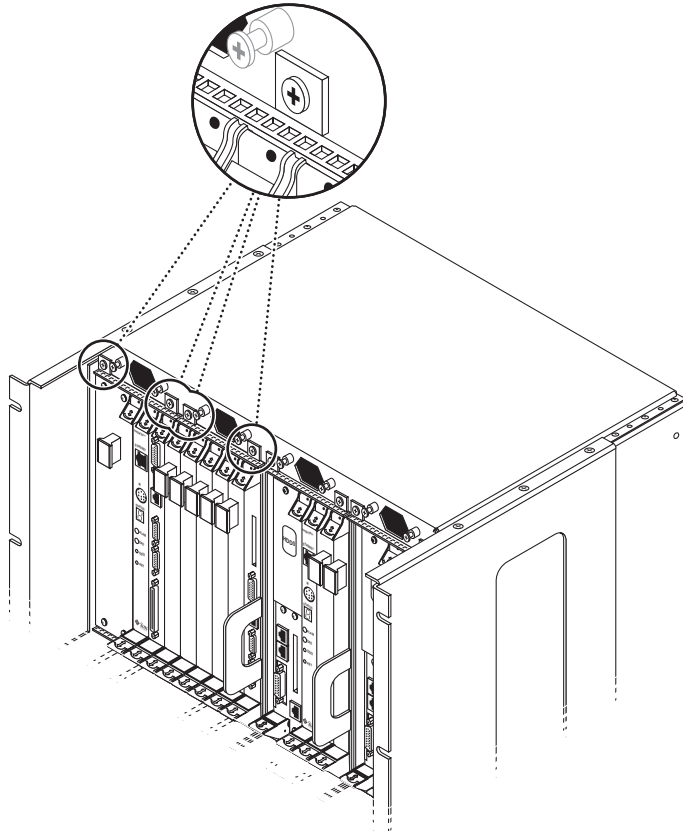

ABBILDUNG 3-7 Festziehen der Schrauben am oberen Rand des Netra ct 800 Servers
- Wenn Sie einen Netra ct 800 Server einbauen, ziehen Sie die *vier* schwarzen Befestigungsschrauben an der Oberseite des Servers fest (ABBILDUNG 3-7).